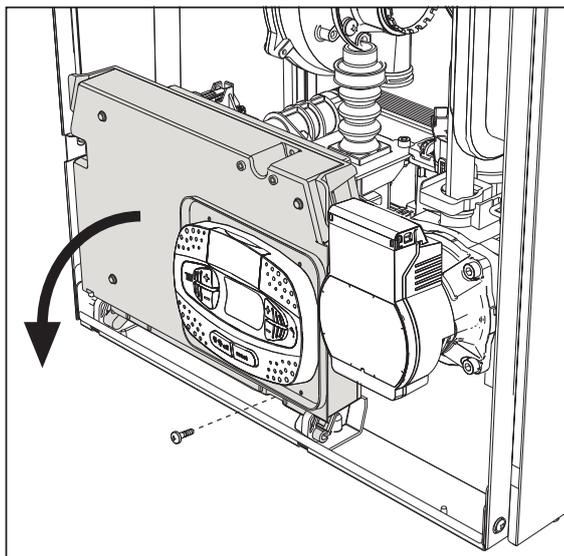
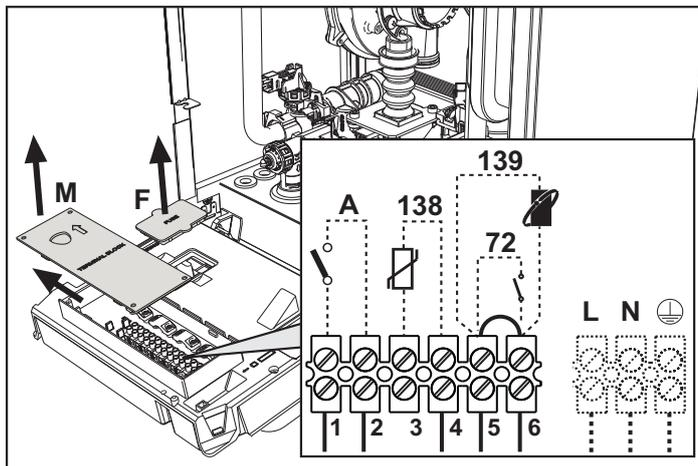

fig. 19
fig. 20
Dopo aver tolto il pannello frontale ( sez. "Apertura del pannello frontale" a pag. 32) è possibile accedere alla morsettiere (M) e al fusibile (F) seguendo le indicazioni descritte di seguito (fig. 19 e fig. 20). **I morsetti indicati nella fig. 20 devono essere a contatti puliti (non 230V).** La disposizione dei morsetti per i diversi allacciamenti è riportata anche nello schema elettrico alla fig. 63.
## Configurazione Interruttore ON/OFF (A fig. 20)